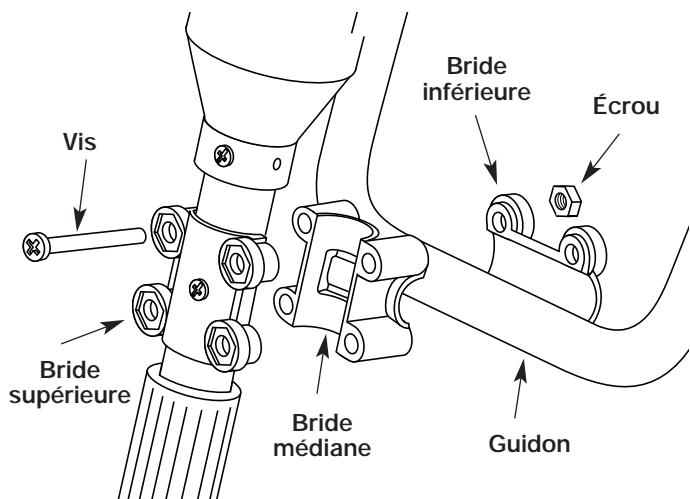
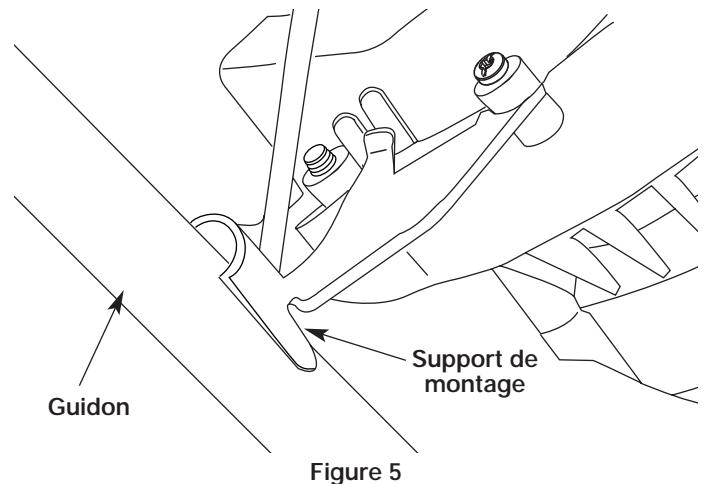

Figure 4
Figure 5
1. Placez le guidon entre les brides inférieure et médiane (Fig. 4).
3. En procédant un par un, tenez d'un doigt chaque écrou hex dans le renflement de la bride inférieure et posez une vis à travers la bride. Commencez à visser à l'aide d'un grand tournevis à embout cruciforme. Faites la même chose pour les trois (3) autres écrous et vis. Ne serrez pas avant de régler le guidon.
4. Placez les deux (2) brides du guidon de chaque côté, près du sommet du guidon. Pivotez le guidon vers le haut jusqu'à ce qu'il repose sur la partie extérieure des deux supports de montage sur le moteur (Fig. 5).